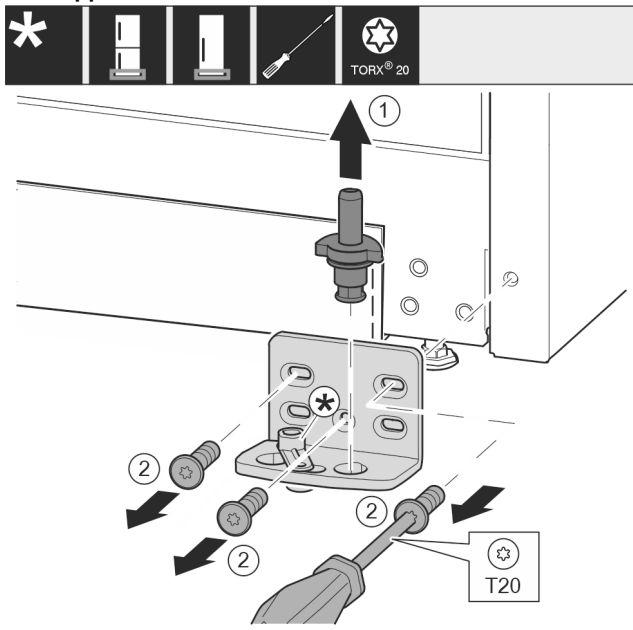

Fig. 13
- ▶ Trekk lagerbolten komplett opp og av. *Fig. 13 (1)*
- ▶ Skru ut skruene med skrutrekker T20, og ta av lagerbukken. *Fig. 13 (2)*